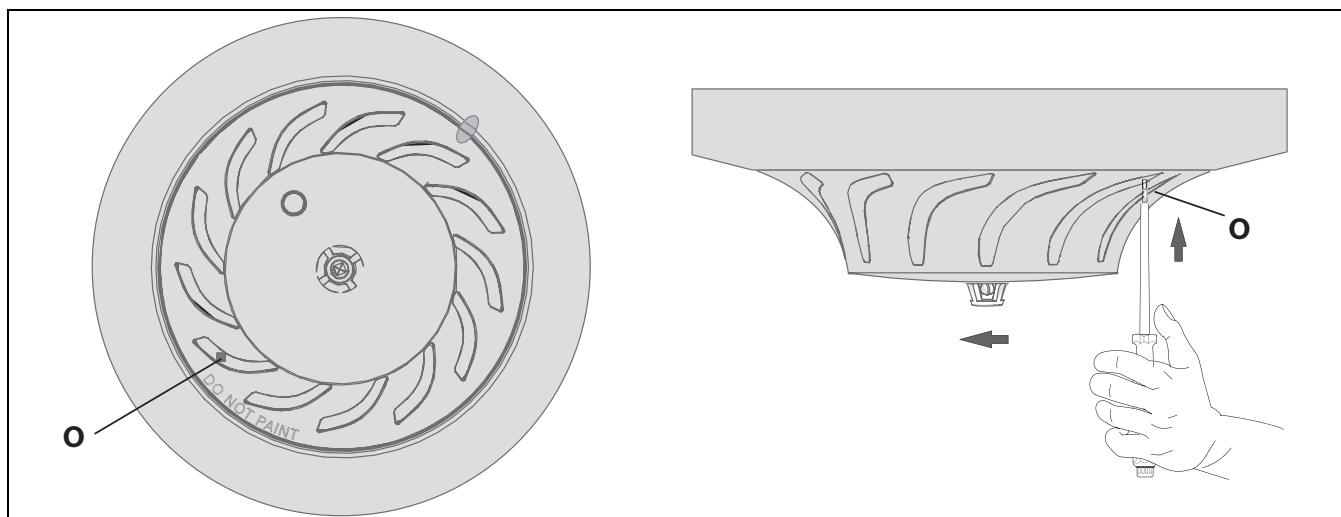

Figura 4.3 Liberación del detector
Desbloquee el cabezal del detector. Utilice un destornillador para apretar a través de la hendidura (O) del anillo exterior del detector (consulte la *Figura 4.3*). Al mismo tiempo, gire el cabezal del detector hacia la izquierda.